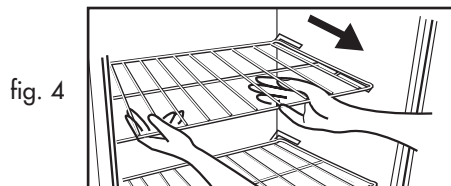

fig. 4
Estantes Interiores del Freezer (fig. 4)
1. Gentilmente levante el estante y deslice hacia usted hasta retirarlo completamente. (ver fig 4)